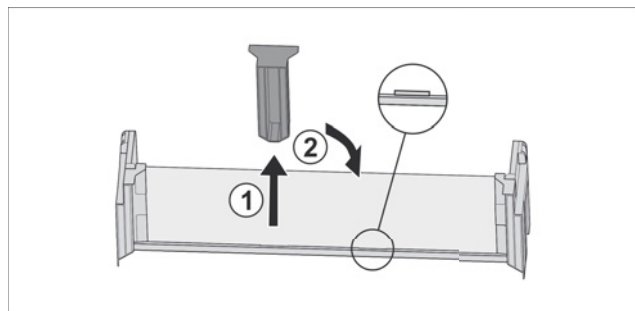

Fig. 65
- Снимите среднюю поддерживающую деталь Fig. 65 (1).
- Вставьте среднюю поддерживающую деталь во вторую позицию Fig. 65 (2).